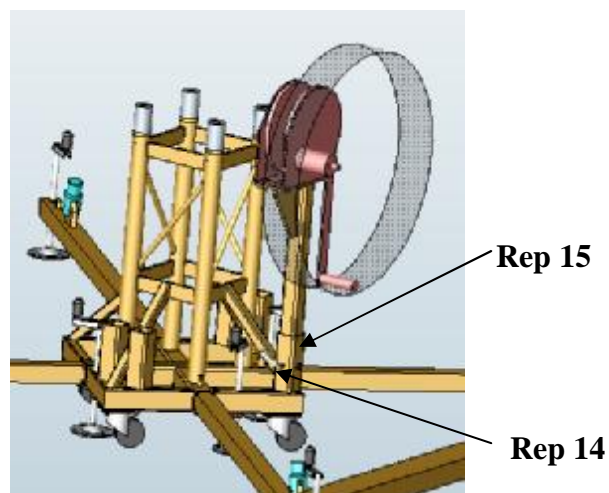

Fig.9
Placer le support du treuil de l'autre coté de l'ensemble du mât (fig.9).
a) Assembler le support du treuil (rep 15) sur le châssis en le plaçant dans le trou prévu à cet effet (fig.9).
b) Verrouiller le support du treuil (rep 15) sur le châssis (rep 3) à l'aide de l'index (rep 14) placé sur le châssis (fig.9)